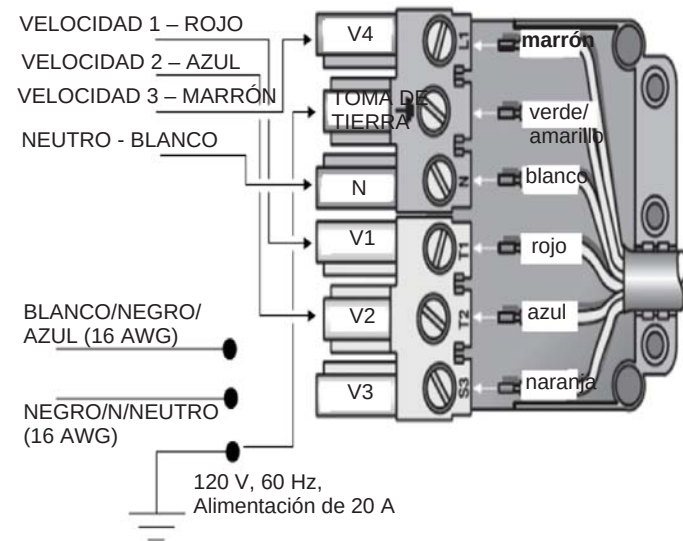

Figura 11: Cableado de la campana con un ventilador en línea
8. Conecte el ventilador a distancia con los cables del conector en espiral, como se muestra en la Figura 11. Conecte el cable verde (toma de tierra) del ventilador al tornillo de toma de tierra de la caja de conexiones.